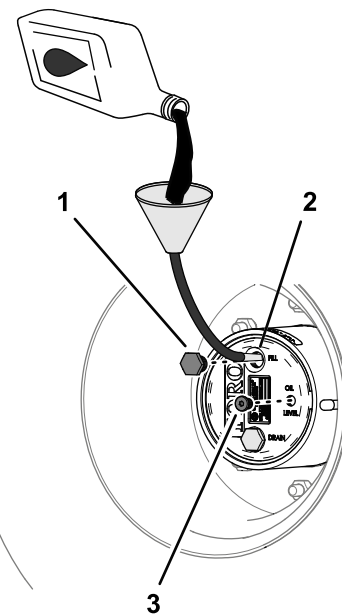

Figure 95
4. Si le niveau d'huile est trop bas, enlevez le bouchon de remplissage et ajoutez l'huile spécifiée jusqu'à ce qu'elle ressorte par le trou du bouchon de contrôle (Figure 95); voir Spécifications de l'huile du train planétaire \(page 72\).
6. Remettez en place les bouchons de remplissage et de contrôle (Figure 95).
- Versez lentement le lubrifiant pour engrenages spécifié par l'orifice du bouchon de remplissage; voir Figure 95 sous Contrôle du niveau de lubrifiant du train planétaire (page 72).
- Remettez en place les bouchons de remplissage et de contrôle; voir Figure 95 sous Contrôle du niveau de lubrifiant du train planétaire (page 72).